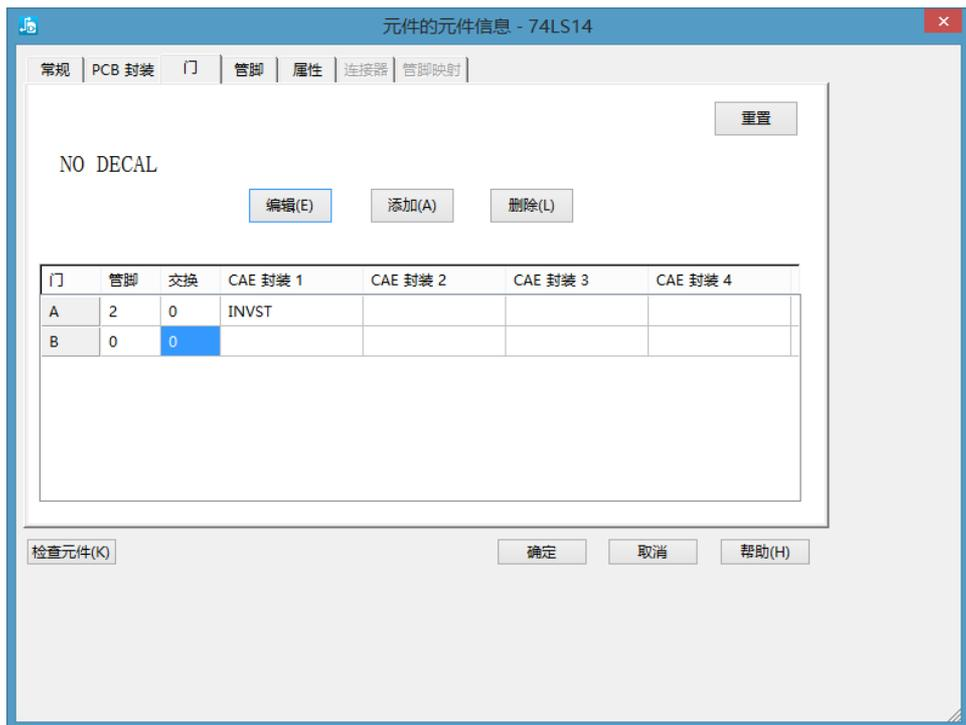

图 5-41 “门”选项卡
为了设置元件的逻辑门数,用户需要进入“门”选项卡,如图 5-41 所示。在该选项卡中,可以为元件设置逻辑门数。例如,创建的元件 74LS14 具有 6 个门,创建的操作步骤如下:
(1) 单击“添加”按钮,系统会在门列表中添加一个新的门,如 B,如图 5-41 所示。
设置的所有逻辑门都会显示在图 5-41 所示的选项卡中。由于